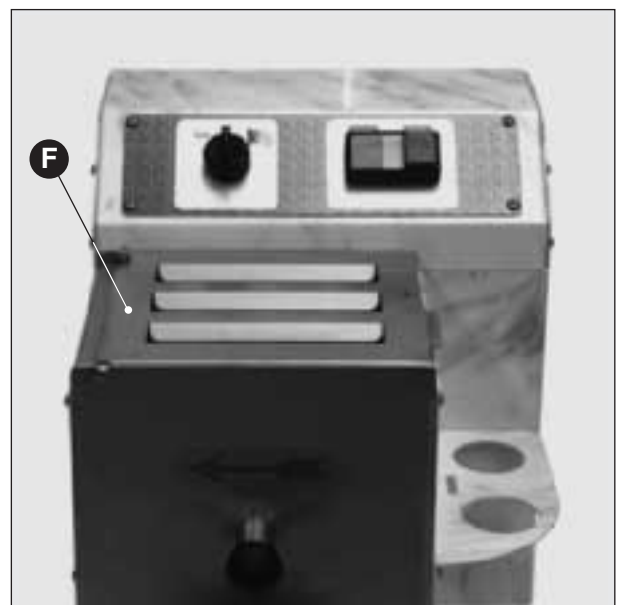

Abb. 12
**Anmerkung:** Jeder Antrieb wird willkürlich mit dem Startknopf nach Belieben gesteuert, der Schutzdeckel der Kneterschüssel ist dabei geschlossen (Abb. 12 F).